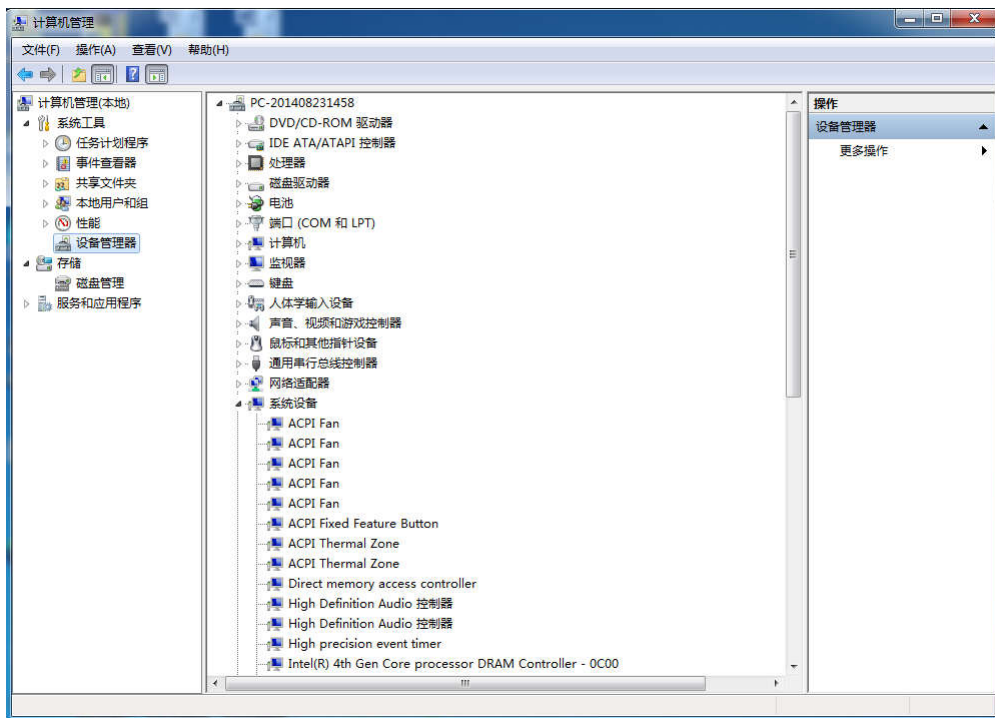
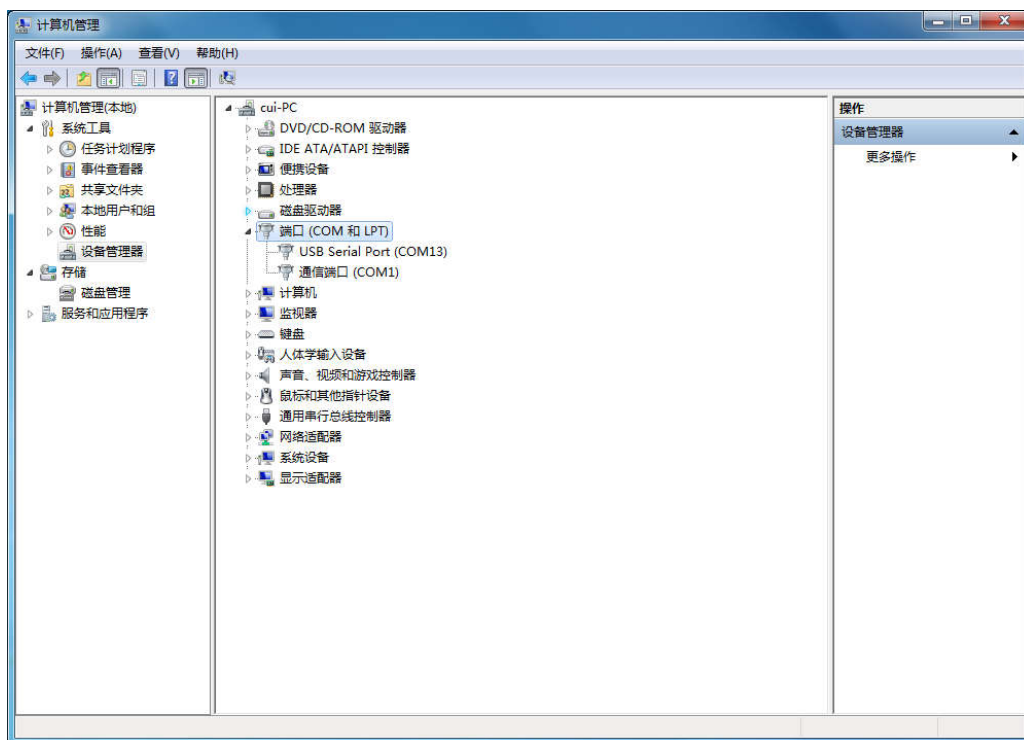

图 3.1.9 设备管理器
图 3.1.10 USB Serial Port
- 在打开窗口中，点击“设备管理器”，如下图 3.1.9 所示：
■ 在图 3.1.9 窗口中展开“端口”分支项，其中的“USB Serial Port (Com 13)”，即为 KLM 激光雷达连接的 COM 口，如下图 3.1.10 所示。